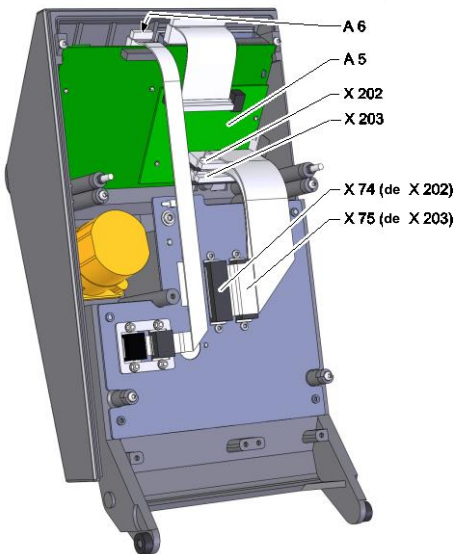

Fig. 1: Tôle d'interface
- Raccorder à nouveau tous les connecteurs (→ Fig. 1).